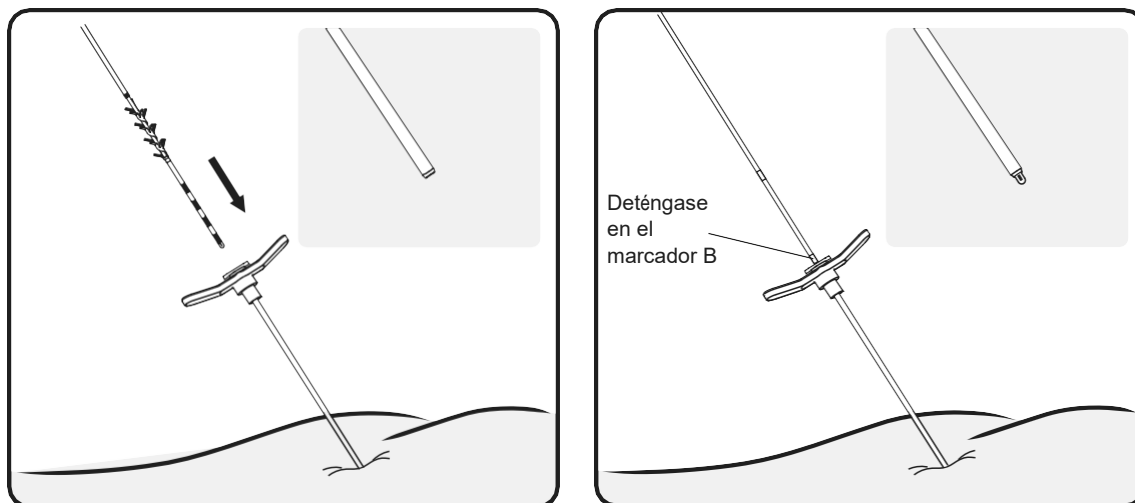

Figura 13: Inserte el conjunto de electrodos por la vaina introductora.
8. Inserte cuidadosamente el conjunto de electrodos dentado (junto con el estilete) en la vaina introductora hasta que el marcador visual B del conjunto esté alineado con la parte superior del mango de la vaina introductora. Confirme mediante radioscopia que todos los electrodos del conjunto se encuentren en posición proximal a la punta distal de la vaina (Figura 13). **Notas:**